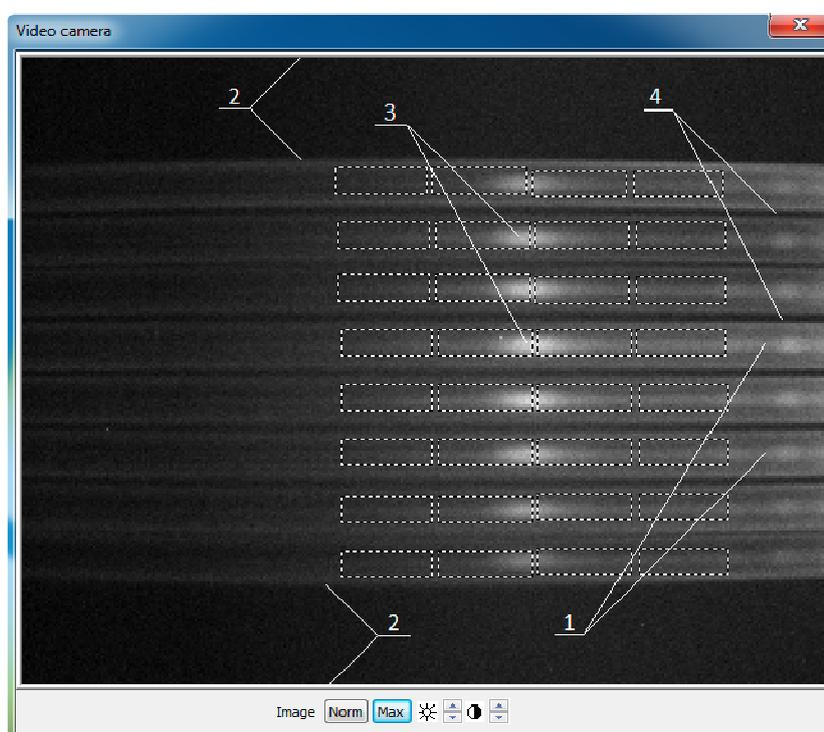

Рисунок 50. Окно Videocamera
В открывшемся окне Videocamera наблюдаются сигналы флуоресценции в восьми капиллярах, возникающей под действием пучка лазера  $\lambda = 488$  нм в спектральном диапазоне 510–710 нм (рис. 50).
1. В окне Videocamera (см. рис. 50) видны изображения восьми капилляров на равном удалении друг от друга (поз. 1). Допускается незначительный разброс величины зазоров между капиллярами.